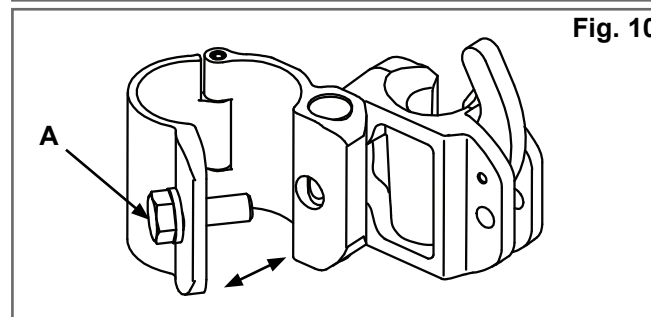

Fig. 10
3. Bringen Sie die Halterungen an. (Fig. 10)